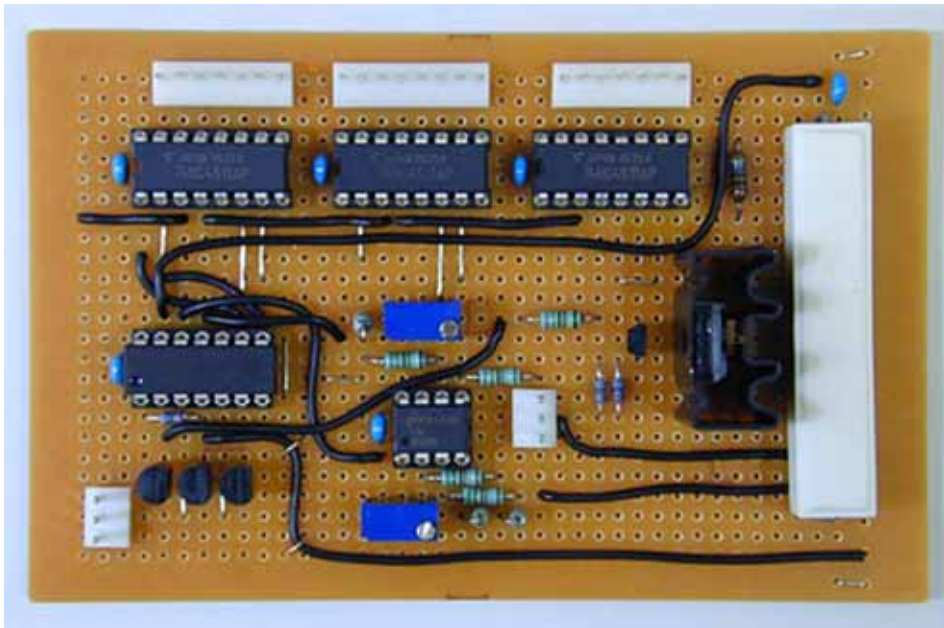

図 19 完成基板部品面
- 図 19、20 に完成基板の实体配線図を示す。ケース実装の前に配線の最終確認を行う。